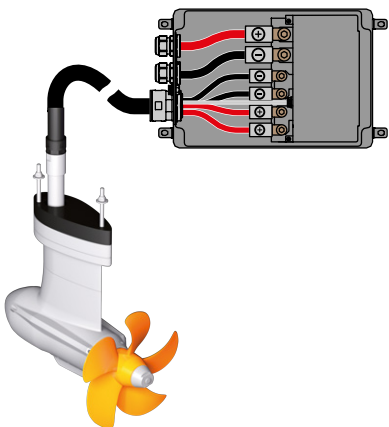

Fig. 45: Cablagem da caixa eletrónica
1. Solte os parafusos (1) da caixa eletrónica para a abrir.
4. Ligue os cabos de potência aos respetivos polos identificados (vermelho = +, preto = -; 10 Nm), **consultar "Fig. 45: Cablagem da caixa eletrónica"**.
5. Ligue o cabo do motor à ligação de controlo do motor (6).